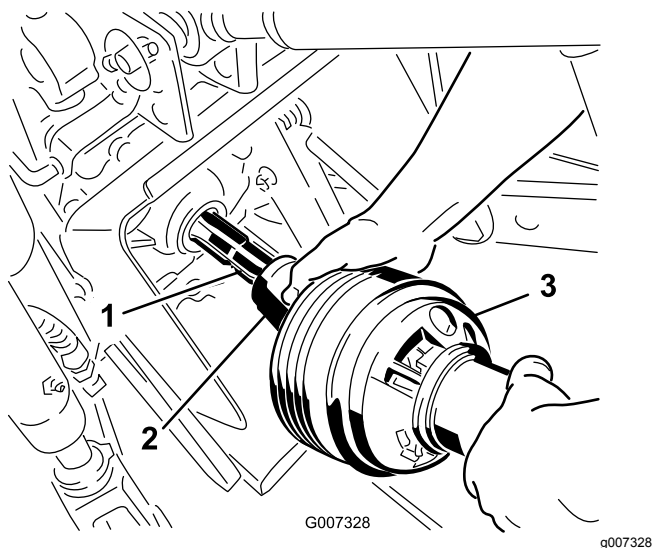

Figura 24
- Ligue o eixo da tomada de força ao veio da tomada de força da unidade de tração (Figura 24).